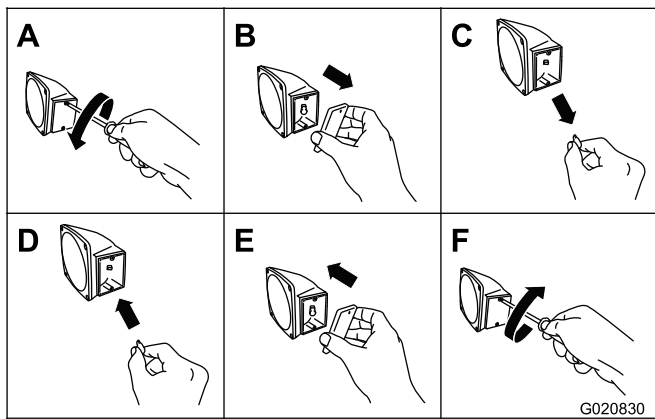

Figure 57
- À l'aide d'un tournevis, retirez les 2 vis du petit verre rectangulaire sur le côté du feu (Figure 57).
2. Déposez le verre (Figure 57).
3. Sortez l'ampoule de la douille (Figure 57).
4. Poussez une ampoule neuve 168 dans la douille (Figure 57).
5. Reposez le verre et les 2 vis (Figure 57).